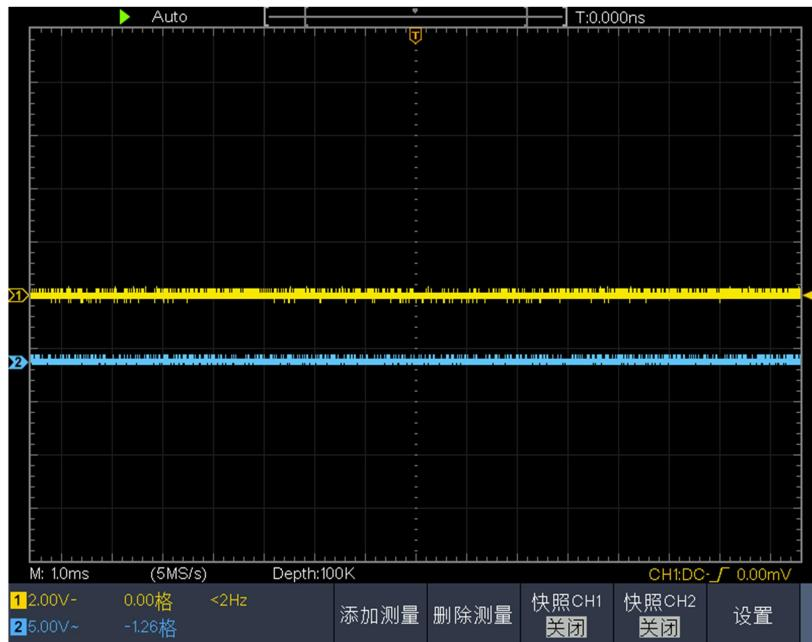

图 6-2：增益测量波形
- (1) 按下 **自动设置** 按键。示波器自动把两个通道的波形调整到合适的显示状态。
- (2) 按 **测量** 键，屏幕显示自动测量菜单。
- (3) 按下方菜单中的 **添加测量**。
- (4) 在右侧菜单中，按 **信源** 菜单项来选择 **CH1**。
- (5) 屏幕左侧显示测量类型菜单，旋转 **通用** 旋钮选择 **峰峰值** 选项。
- (6) 在右侧菜单中，按 **添加测量**，**CH1**的峰峰值测量添加完成。
- (7) 在右侧菜单中，按 **信源** 菜单项来选择 **CH2**。
- (8) 屏幕左侧显示测量类型菜单，旋转 **通用** 旋钮选择 **峰峰值** 选项。
- (9) 在右侧菜单中，按 **添加测量**，**CH2**的峰峰值测量添加完成。
- (10) 从屏幕左下角测量值显示区域读出**CH1**和**CH2**的峰峰值。见图 6-2。
(11) 利用以下公式计算放大器增益。